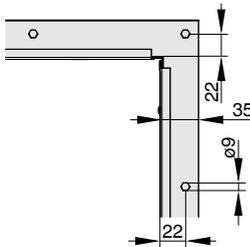

Abb. 12: Detail Ecklochung für Winkelrahmen (W)
Der Winkelrahmen (W) besteht aus Breitenprofilen sowie Höhenprofilen die zu einem Rahmen verbunden sind. Ecklochungen sind ausschließlich in Breitenprofil vorgesehen (Abb. 12) und in der Lochanzahl gemäß Tabelle berücksichtigt. Alle Löcher ø9mm.